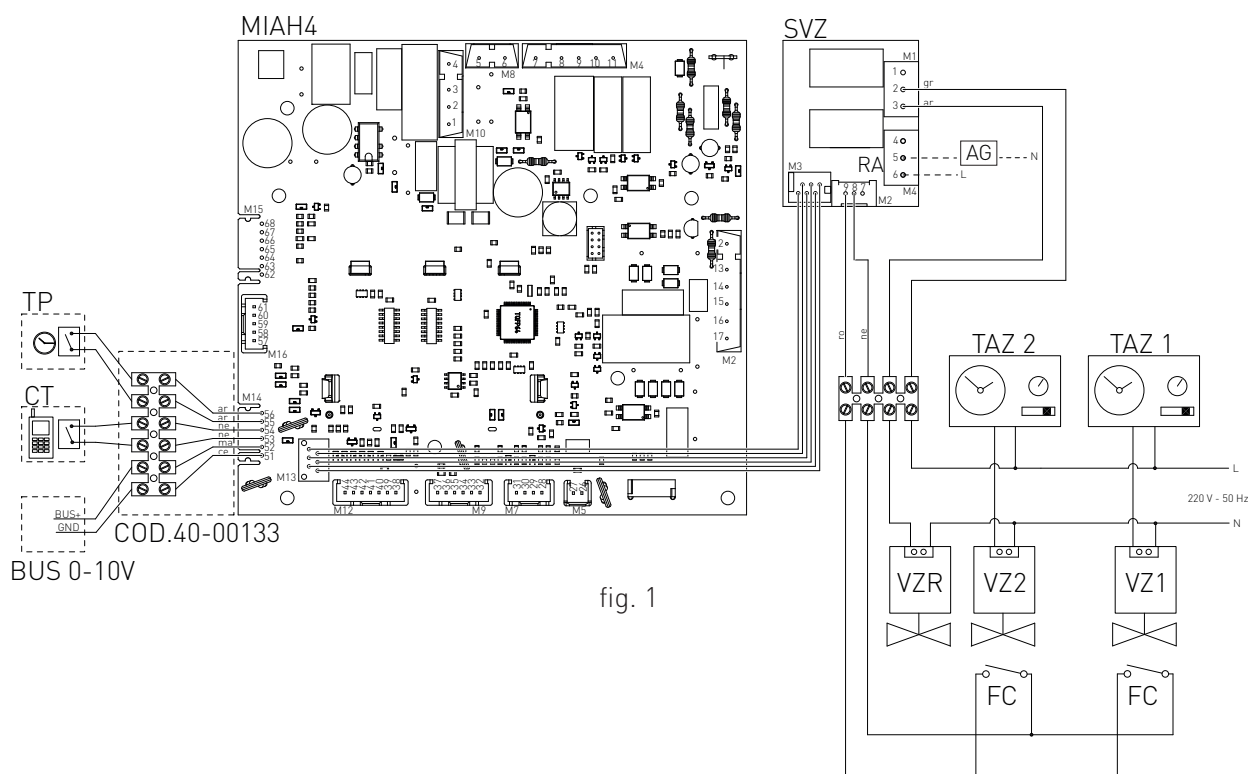

fig. 1
- > una vez retirada la tapa, conectar los elementos al circuito electrónico (ver fig. 1):